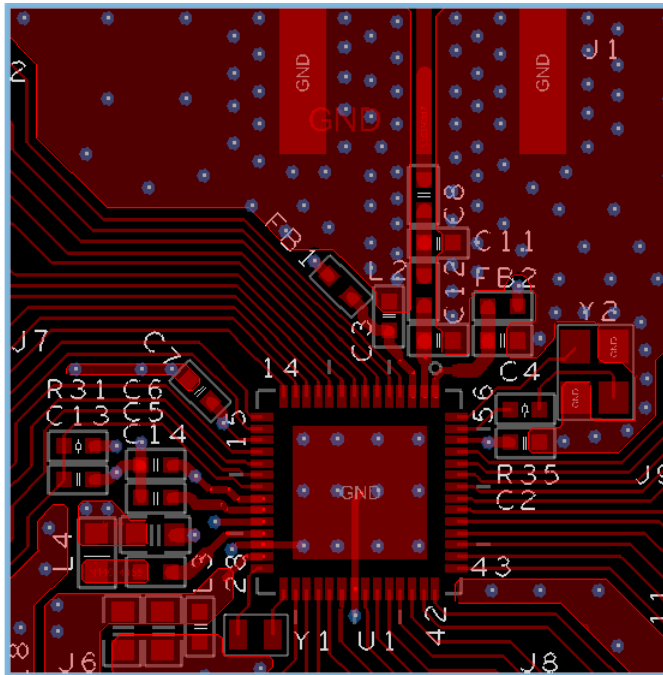

图 4-12 TOP层参考设计
1. 采用单面（TOP面）布局，且走线也尽量在TOP层，保证BOTTOM的地平面尽量完整。参考图 4-12，TOP层用于元器件布局和RF等关键信号走线。